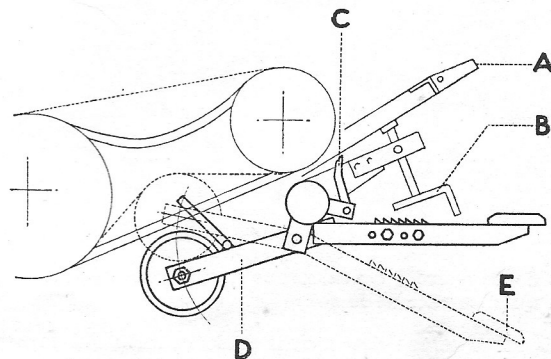

Fig. 14 - Réglage de la densité des bottes et pédale d'embrayage
- 1) Desserrez à fond le couloir mobile A au moyen de la manivelle B (Fig. 14).